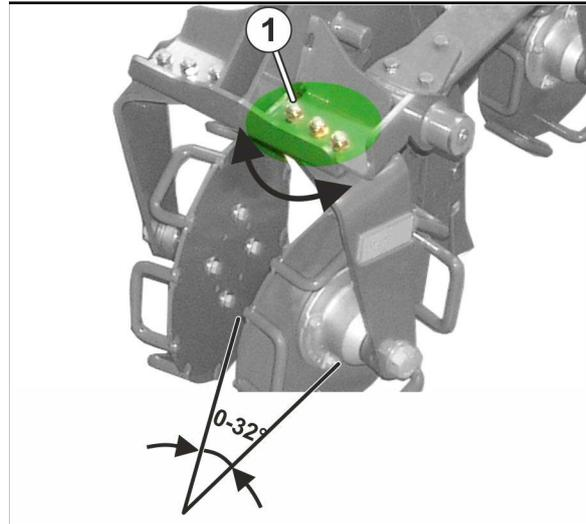

Fig. 94
1. Verschraubungen (Fig. 94/1) einer Rolle lösen.